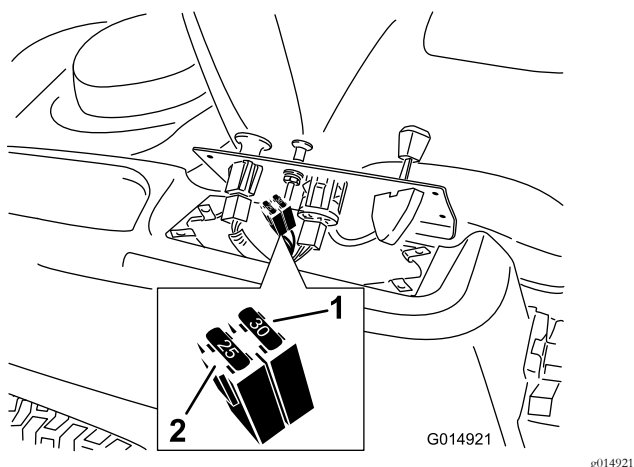

Figure 51
2. Soulevez le panneau de commande pour accéder au faisceau de câblage principal et au porte-fusibles (Figure 51).
3. Pour remplacer un fusible, tirez dessus pour l'enlever (Figure 51).